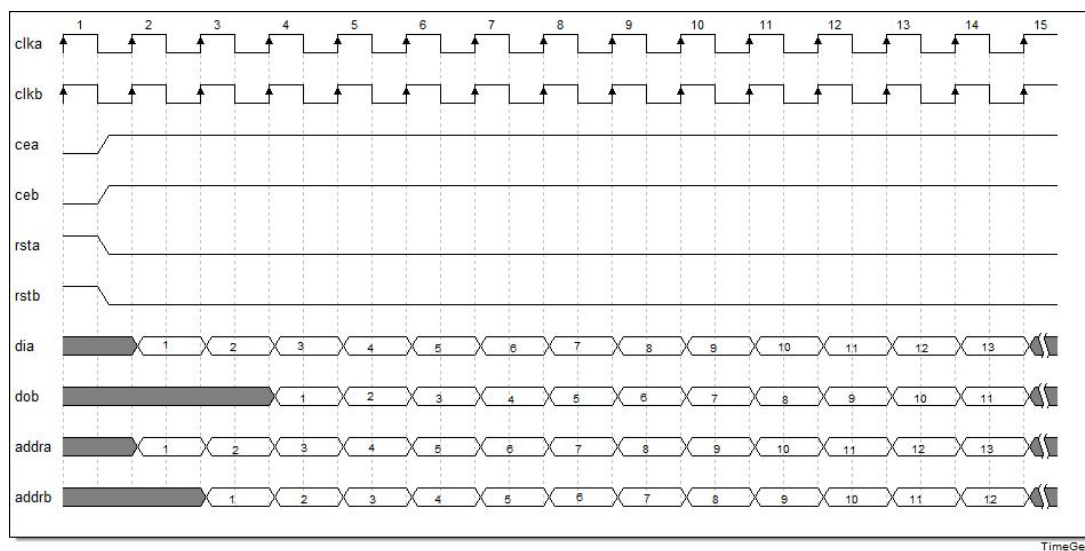

图 24 简单双口模式时序参考图
3. 简单双口模式 (Simple Dual Port RAM)，图 24 为上述简单双口模式配置的时序参考图。